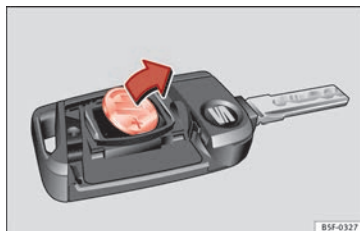

Fig. 134 Clé du véhicule : retirez la pile.
- Retirez la pile du compartiment à l'aide d'un objet fin approprié **» fig. 134.**
- Placez la pile neuve comme indiqué **» fig. 134** et appuyez-la contre le logement des piles dans le sens contraire de la flèche **» ❷.**